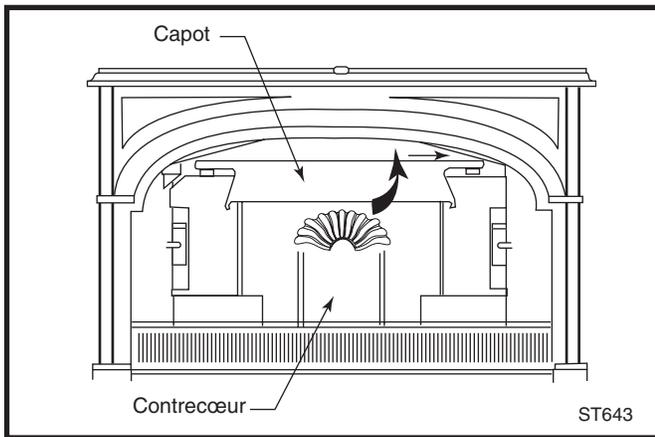

Fig. 48 Libérez le capot en soulevant sa bord inférieur et en le glissant d'un côté.
1. Dégagez le capot du contrecoeur et le basculant vers le haut, puis en le glissant de l'autre côté. (Fig. 48)